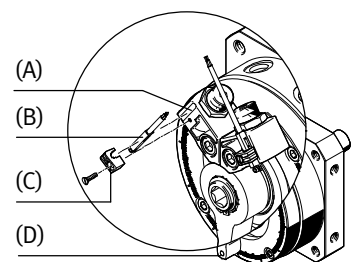
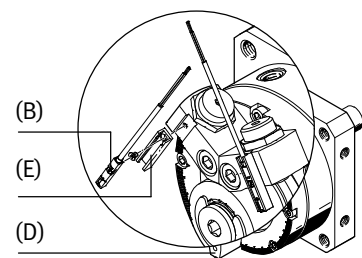

Fig. 21
Fig. 22
- Разместите бесконтактные датчики (B) следующим образом (Fig. 21, Fig. 22):